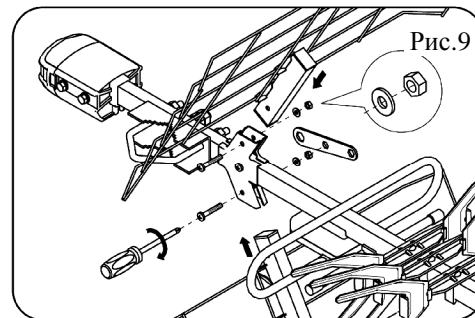

Рис.9
5.11. Установить один рефлектор в сборе в держатель и закрепите винтом №2 с шайбой и гайкой. Также установить второй рефлектор в сборе. Окончательно затянуть винт с гайкой крепления держателя рефлекторов на штанге (рис.9).